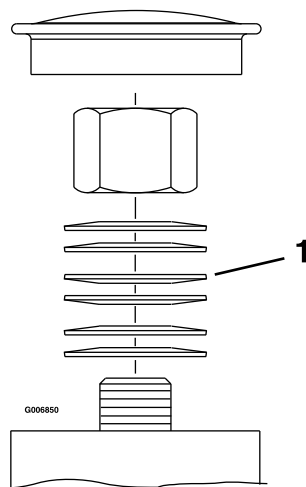

Figure 51
3. Retirez le capuchon antipoussière de la roue pivotante et serrez le contre-écrou jusqu'à ce que les rondelles élastiques soient aplaties, puis desserrez-le de 1/4 de tour pour obtenir la précharge correcte des roulements (Figure 50 et Figure 51).
Important: Veillez à placer les rondelles élastiques comme illustré à la Figure 50 et la Figure 51.